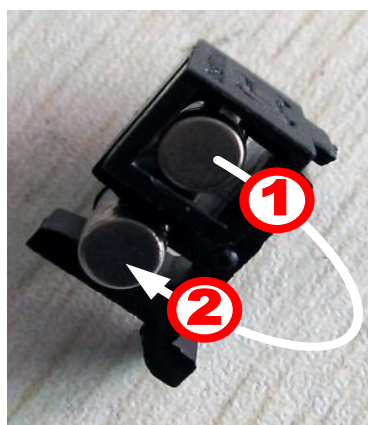

Fig. 5-2
Retire o fusível de reposição (1) e substitua-o na posição de trabalho (2) (Fig.5-2)